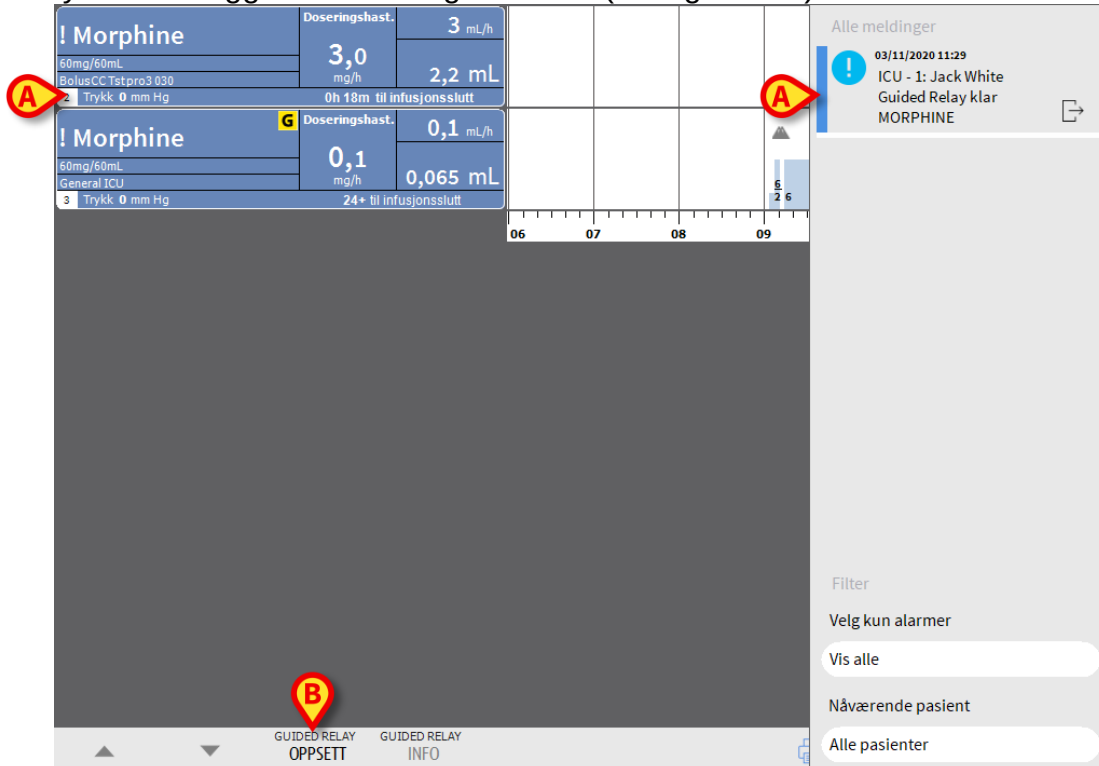

Fig. 106
Systemet identifiserer nå to sprøyter som infunderer det samme legemidlet i samme konsentrasjon i tilstøtende tiler, den ene bruker «Minste hastighet». Et nytt varsel legges til i varslingsområdet (se Fig. 106 A).
- Klikk på **Guided Relay OPPSETT** (Fig. 106 B).
- Når som helst, klikk **Guided Relay Oppsett** på kommandolinjen (Fig. 106 B).